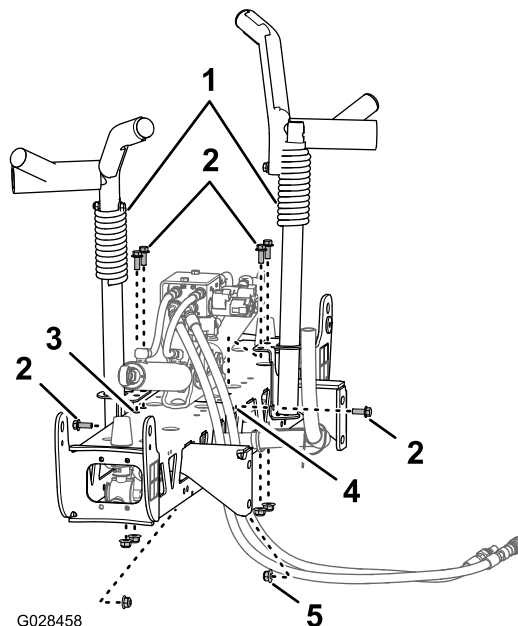
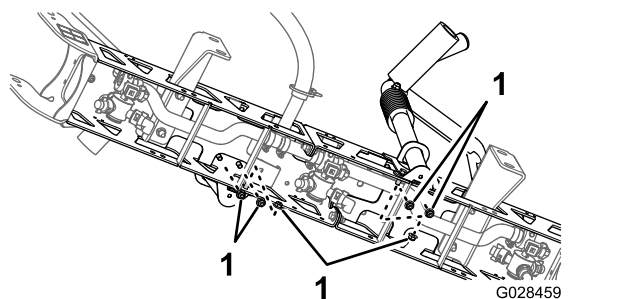

Figura 37
Figura 38
2. Alinee los soportes de transporte del brazo con la sección de brazo central (Figura 37).
3. Instale los soportes en la sección del brazo (Figura 37 y Figura 38) con 6 pernos ($\frac{3}{8}$ " x 1") y 6 contratuercas con arandela prensada ($\frac{3}{8}$ ").